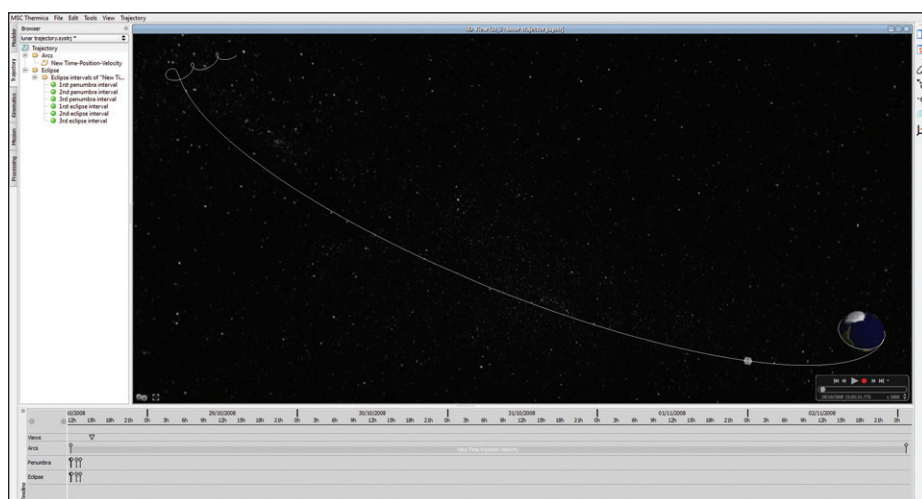

Рис. 9. MSC Systema Trajectory: пример составной траектории с Земли на Луну
**Trajectory** — это модуль задания траектории, который представляет собой легкий в освоении и удобный в использовании построитель траекторий полета КА различной сложности. Пользователь может настраивать конфигурацию планет Солнечной системы, Солнца и Луны в любой комбинации, необходимой для задачи. Это позволяет строить траектории не только для движения КА по орбите вокруг планеты, но и сложные комбинированные межпланетные траектории (рис. 9).